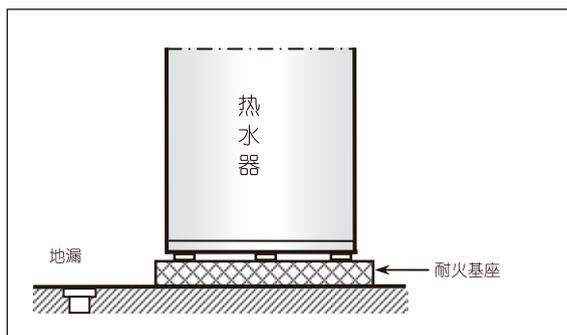

图 1
- ◆ 热水器应放置于地面一砖砌的耐火基座上，基座高度应不小于 50mm，如图 1 所示。